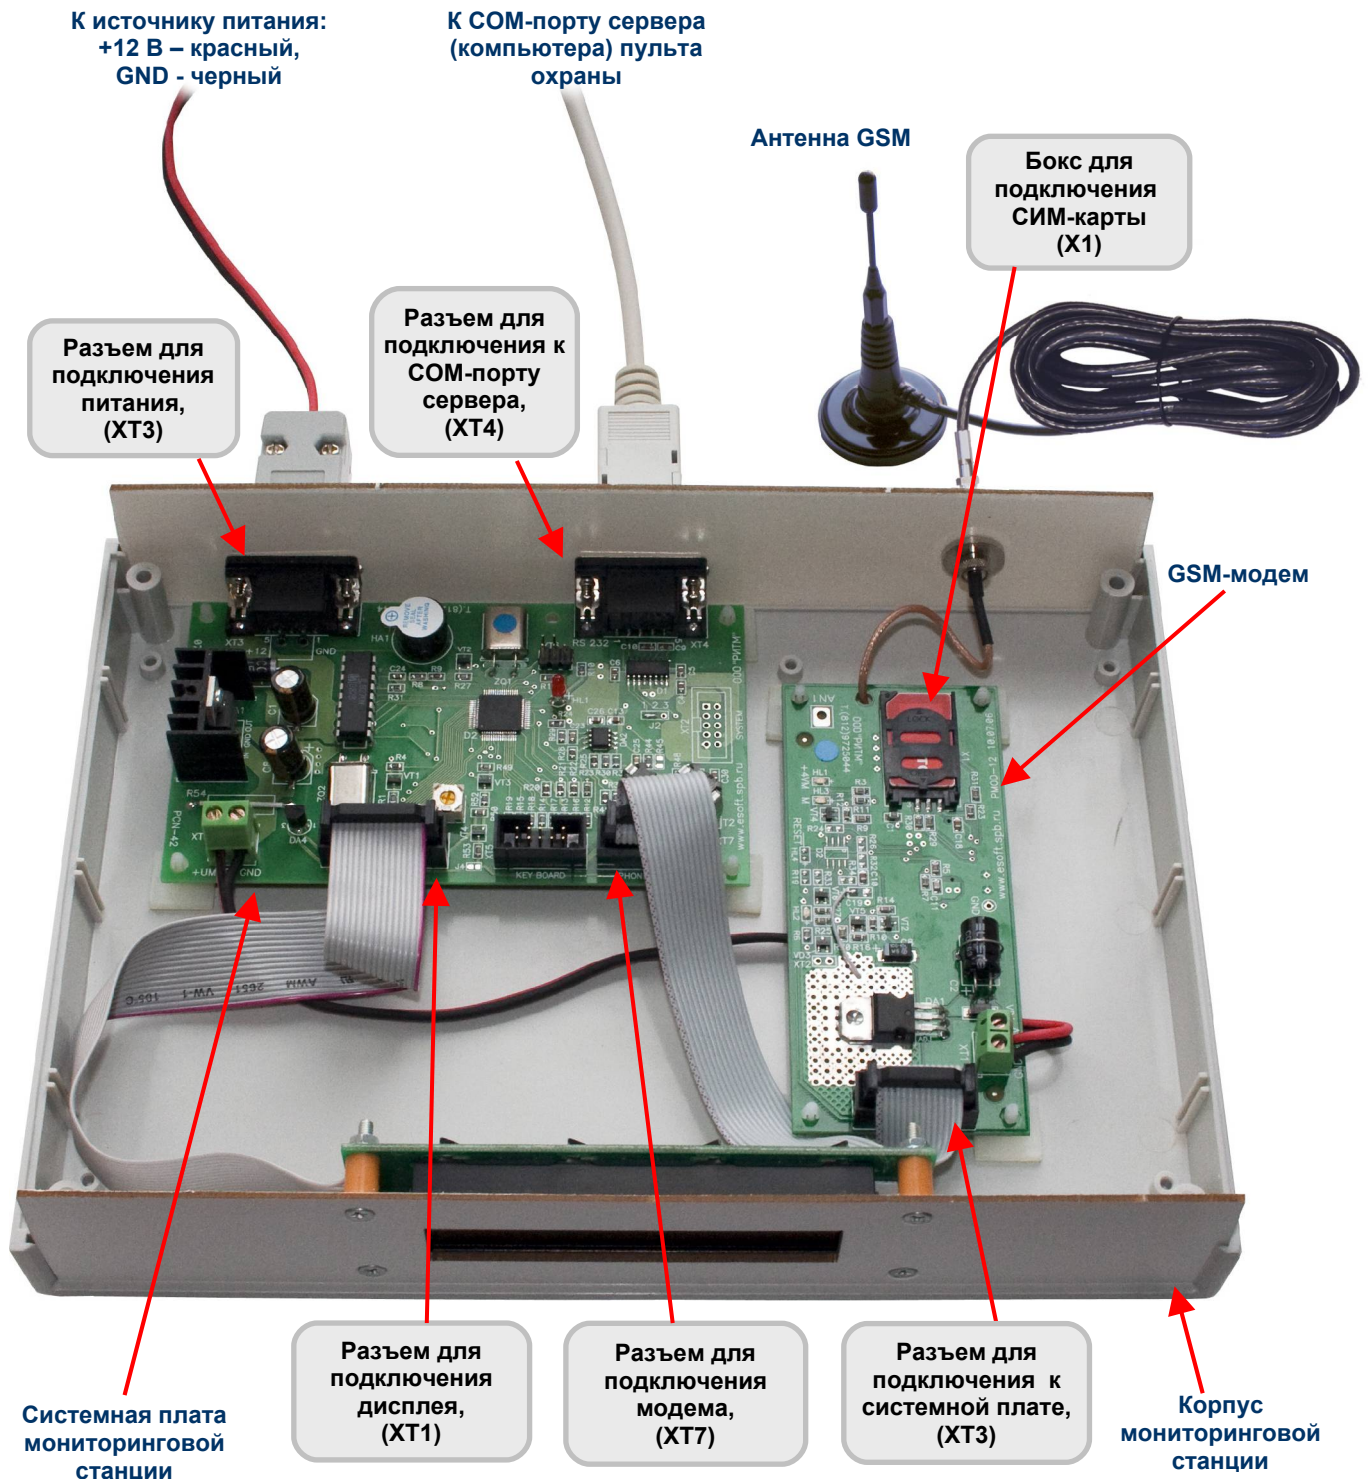

Рис.4.1. Мониторинговая станция «Контакт», GSM канал.
Разъемы и состав оборудования мониторинговой станции «Контакт», канал передачи GSM, обозначены на рис.4.1. Функциональное назначение каждого разъема пояснено в таблице 4.1.
- установите СИМ-карту в бокс для подключения СИМ-карты (Х1) (рис.4.1);
- подключите антенну GSM к разъему для подключения антенны GSM (рис.4.1);
- подключите COM-порт сервера (компьютера) пульта центрального наблюдения к разъему для подключения сервера (ХТ4) (рис.4.1)
- подключите источник внешнего питания +12 В к разъему для подключения питания (ХТ3) (рис.4.1);